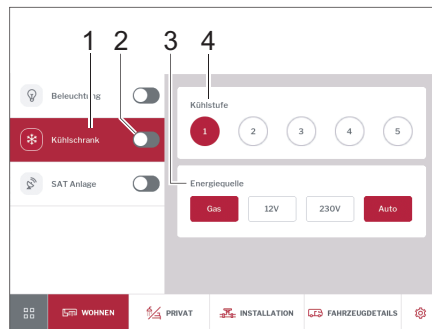

Bild 273 Kühlschrank
- Mit Schiebeschalter (Bild 273,2) Kühlschrank ein- oder ausschalten.
- Auf Schaltfläche *Kühlschrank* (Bild 273,1) tippen. Im Bedienfeld können die Kühlstufe (Bild 273,4) und die Energiequelle (Bild 273,3) eingestellt werden.